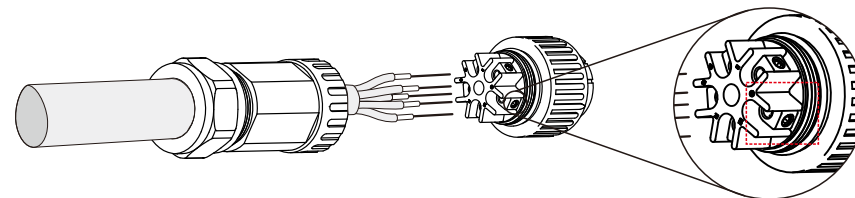

Figure 5.22 Câble connecté
A) Dénudez le manchon isolant du câble sur 70 mm, de sorte que le cuivre dénudé atteigne 9 mm. Passez le câble à travers l'écrou et le manchon de l'élément de douille, insérez les bornes correspondantes et serrez avec une clé Allen (voir figure 5.22). Le couple est de 1,8 à 2,0 Nm.
Serrez le câble avec une clé Allen de 3,0 mm (mis en évidence dans le rectangle en pointillés, voir figure 5.22). La vis Allen peut facilement tomber, ne la dévissez pas complètement.